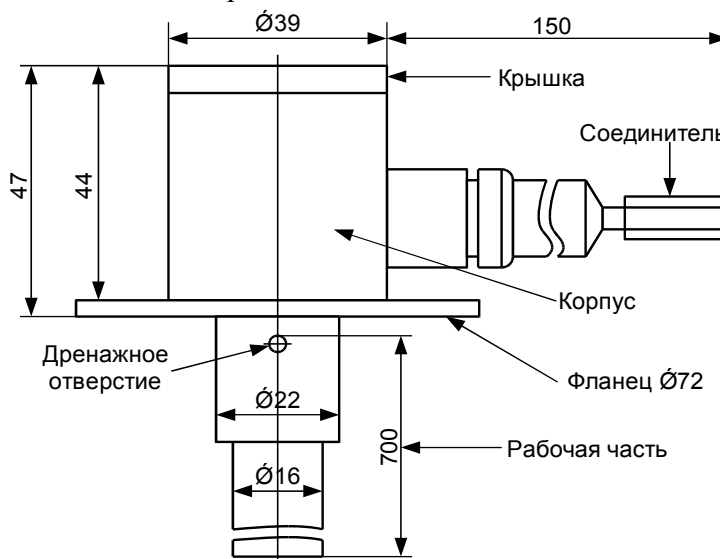

Рис.1. Конструкция датчика ДУ-03 «Импульс».
Конструкция датчика показана на рис.1.
Длина рабочей части датчика (см. рис.1) равна расстоянию от нижнего края наружной трубы датчика до верхнего края дренажного отверстия.
**ВНИМАНИЕ: наружная труба рабочей части, фланец и корпус датчика (см. рис.1) электрически соединены в датчике с цепью «Общий» питания (см. рис.2)!**